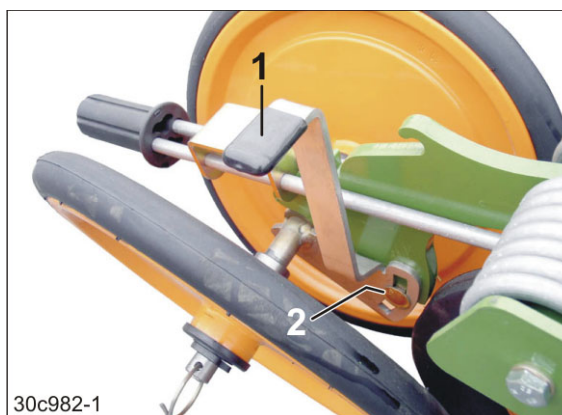

Рис. 170
4. Ось вращается поворотом рычага (Рис. 170/1).
5. Зафиксируйте положение рычага винтом (Рис. 170/2).